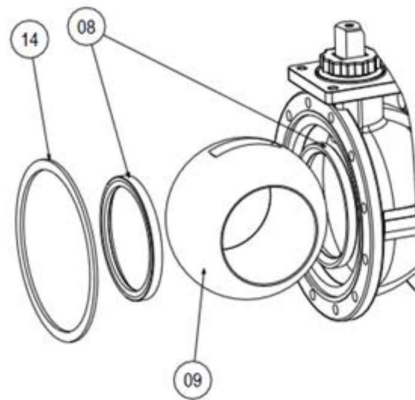

Fig. 5
- 2) Retirer les sièges (08) et le joint de corps (17) (Fig. 5).
- 3) Insérer les pièces de rechange, sièges (08) et joint de corps (14).
- 2) Retirer le boisseau (09) (Fig. 5).